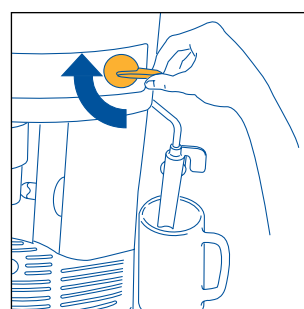

Abb.6
4. Nach wenigen Sekunden tritt aus dem Milchaufschäumer Wasser heraus. Wenn die Tasse mit etwa 30cc gefüllt ist, den Dampfdruckknopf nach rechts bis zum Anschlag drehen (Abb. 6), um den Wasseraustritt zu unterbrechen.
- Zur Unterbrechung der Heißwasserabgabe, den Druckknopf nach rechts bis zum Anschlag drehen (Abb. 6), und den Milchaufschäumer wieder auf seine Ausgangsposition zur Mitte der Maschine hin drehen.
- Den Milchaufschäumer nach außen drehen (Abb. 6).
- Zur Unterbrechung der Abgabe den Dampfdruckknopf nach rechts bis zum Anschlag drehen (Abb. 6).
- Sobald die gewünschte Temperatur erreicht wird, die Dampfabgabe durch Drehen des Dampfdruckknopfs nach rechts bis zum Anschlag unterbrechen (Abb. 6).